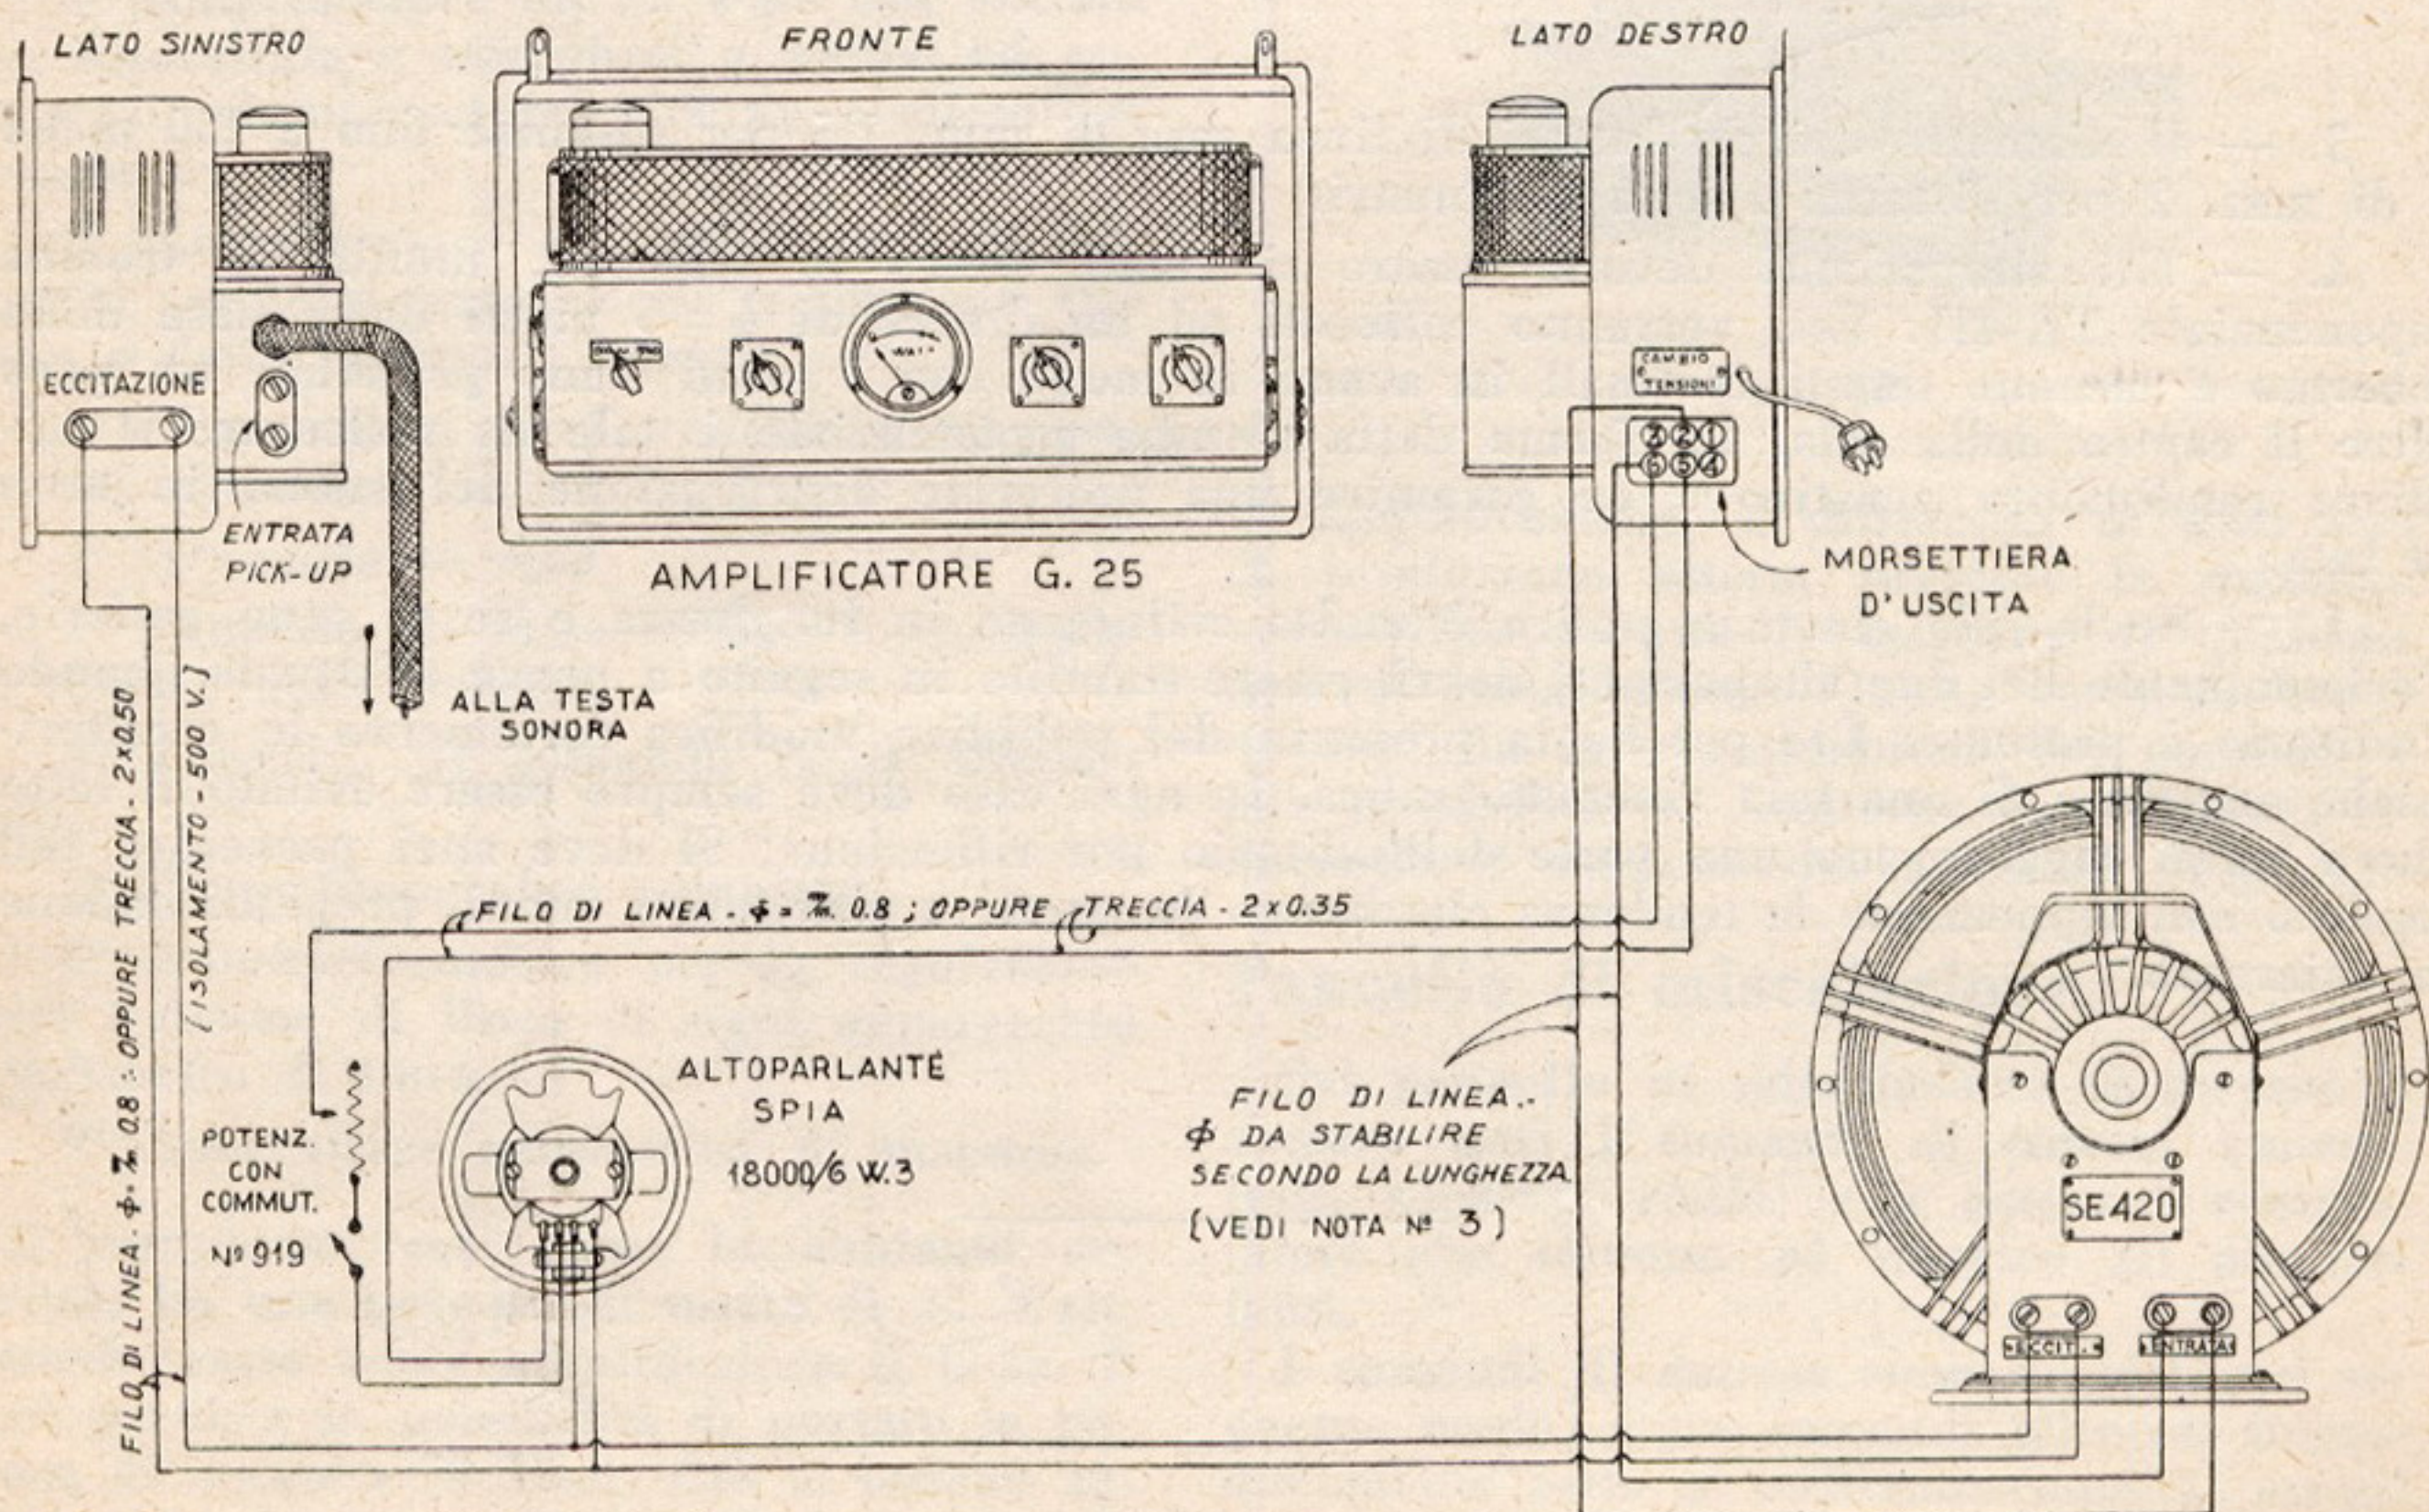

FIG. 41.
1. — Lo schema usa un solo altoparlante a grande cono tipo SE-420 (Fig. 41). L'altoparlante non è autoeccitato e il campo viene alimentato dalla corrente disponibile sulla apposita morsettiera, a sinistra dell'amplificatore G-25. L'entrata al dinamico raggiunge direttamente la bobina mobile, che ha l'impedenza di 7,5 Ohm. L'attacco della linea alla morsettiera d'uscita dell'amplificatore ha luogo quindi sui morsetti 6-2.